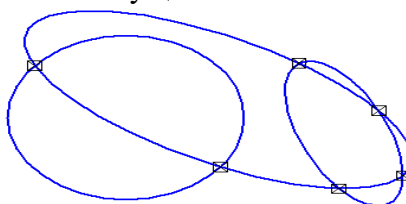

Рисунок 3 - Пример простановки всех точек пересечений эллипса с двумя кривыми
1. Постройте три разные кривые (Рисунок 3). Чтобы построить точки в местах всех пересечений указанной кривой с другими кривыми вызовите команду **Все точки пересечений кривой**. Укажите кривую для поиска пересечений.